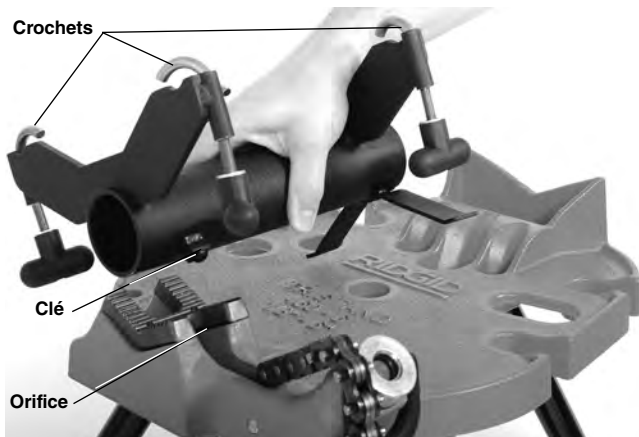

Figure 8 – Montage de l'adaptateur sur l'étau
2. Positionnez le corps cylindrique de l'adaptateur entre les mâchoires en V de l'étau comme indiqué à la Figure 8. Introduisez la clé dans l'orifice de la mâchoire afin d'assurer son positionnement et sa stabilité.